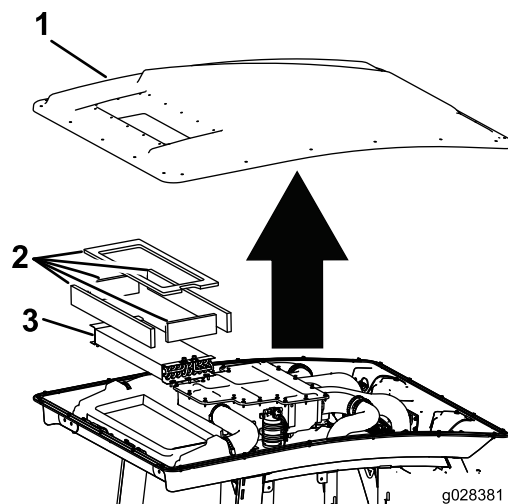

Figura 115
3. Togliete il tetto della cabina rimuovendo i 22 bulloni che fissano il tetto (Figura 115).
4. Togliete i filtri dell'aria (Figura 115).
5. Rimuovete e pulite le serpentine refrigeranti (Figura 115).